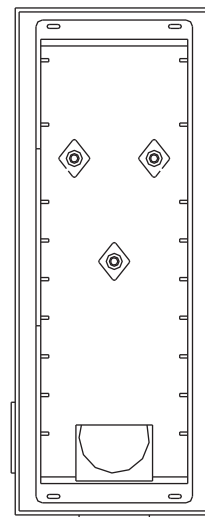

Figura 2
- 2) Coloque la caja de plástico en la caja de metal de manera que la parte posterior de la caja de plástico se encuentre al ras con la caja posterior de metal (**Figura 2**).